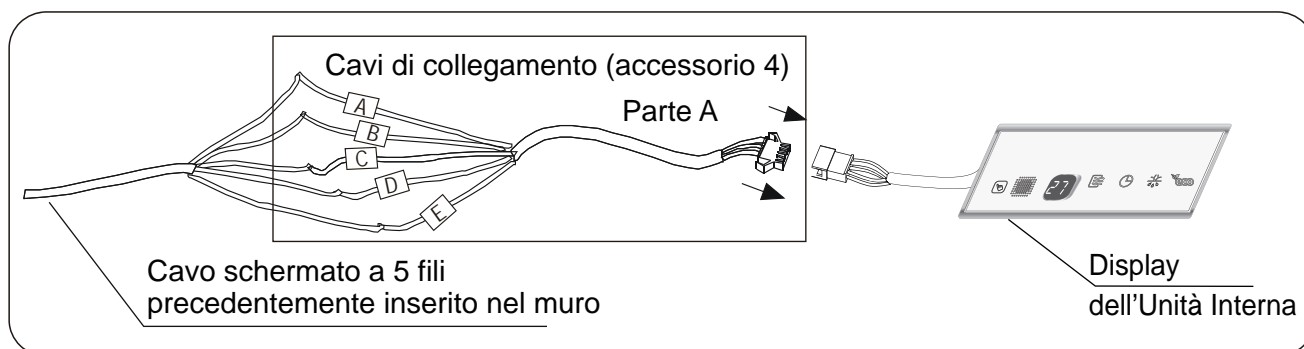

Figura 3.7
1) Collegare il terminale a 5 vie più grande della parte A dei cavi di collegamento al Display dell'Unità Interna. Collegare l'altra estremità della parte A dei cavi di collegamento (l'estremità tagliata) al cavo schermato a 5 fili precedentemente inserito nel muro (vedi Figura 3.7).